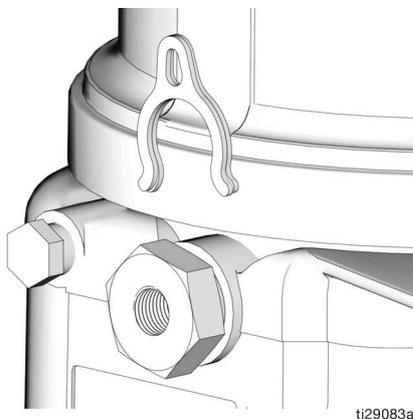

ABB. 18
2. Lösen Sie das Pumpenelement mit einem entgegen den Uhrzeigersinn gedrehten Maulschlüssel. Entfernen Sie dabei nicht das gesamte Pumpenelement. Ziehen Sie das Pumpenelement nur so weit heraus, um das Distanzstück aufsetzen oder abnehmen zu können. (ABB. 18).
Das Pumpenfördervolumen wird ohne bzw. 1 oder 2 Distanzstücken eingestellt (ABB. 18).